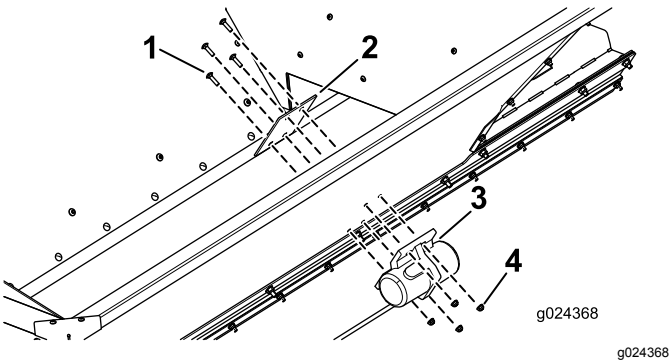

图19
2. 如 图19 所示用 4 个托架螺栓和 4 个螺母将安装板和振动器固定到工作车上。